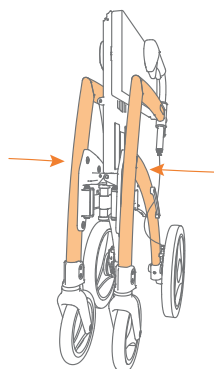

Figura 16: Spingere ulteriormente il telaio all'interno.
- e. Spingere i lati del telaio uno verso l'altro fino a quando il rollator è completamente piegato (**Figura 16**).